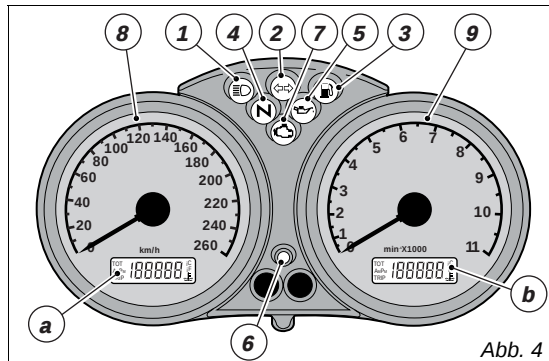
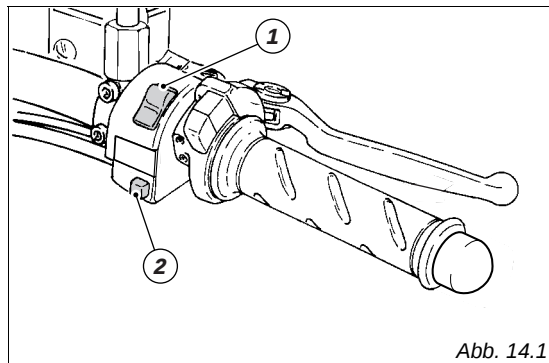

Abb. 4
Abb. 14.1
Cockpit (Abb. 4)
Die CODE CARD an einem sicheren Ort aufbewahren. Ein Mitführen des elektronischen und auf der CODE CARD angegebenen Codes ist jedoch empfehlenswert, falls sich eine Motorfreigabe anhand des Verfahrens erforderlich machen sollte, bei dem der Gasdrehgriff entsprechend betätigt werden muss. Das nachstehende Verfahren gibt dem Anwender die Möglichkeit, im Fall von Störungen am Immobilizer-System, die Funktion der "Motorsperre", die durch das gleichzeitige Aufleuchten der ockerfarbenen EOB- Kontrollleuchte (7, Abb. 4) angezeigt wird, freizugeben. Dieses Verfahren kann jedoch nur mittels Eingabe des auf der Code Card angegebenen elektronischen Codes (eletronic code) durchgeführt werden.
Die EOBD-Kontrollleuchte (7, Abb. 4) erlischt nach einer festgelegten Zeit von 8 Sekunden.
- 4) So viele Leuchtimpulse der EOBD-Kontrollleuchte (7, Abb. 4) mitzählen, wie sie der ersten Ziffer des Geheimcodes entsprechen.
- 1) Wird der Code erkannt, blinkt die Kontrollleuchte (6, Abb. 4) am Cockpit kurz auf; das Schutzsystem hat in diesem Fall den Schlüsselcode erkannt und hebt die Motorsperre auf. Auf das Drücken der START-Taste (3, Abb. 14.1 - 1) hin, springt der Motor an.
- 2) Leuchten die Kontrollleuchte (6, Abb. 4) oder die EOBd-Kontrollleuchte (7, Abb. 4) weiterhin auf, wurde der Code nicht erkannt. In diesem Fall, wird empfohlen, den Schlüssel in die Position OFF zu bringen und ihn darauf erneut auf ON zu schalten. Sollte der Motor weiterhin blockiert bleiben, sollten man es nochmals mit dem anderen, mitgelieferten schwarzen Schlüssel versuchen. Springt der Motor immer noch nicht an, sollte man sich mit einem Kundendienst der DUCATI in Verbindung setzen.
- 3) Blinkt die Kontrollleuchte (6, Abb. 4) weiterhin auf, bedeutet dies, dass eine Anzeige des Immobilizer-Systems zurückgesetzt wurde (z.B. mittels Motorfreigabe über den Gasdrehgriff). Dreht man den Zündschlüssel auf OFF, dann wieder auf ON, müsste die Kontrollleuchte des Immobilizers ihre normale Funktion wieder aufnehmen (siehe Punkt 1).
Rechter Umschalter (Abb. 14.1)